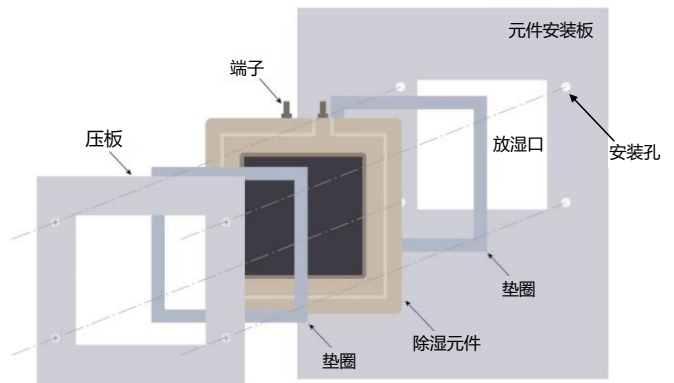
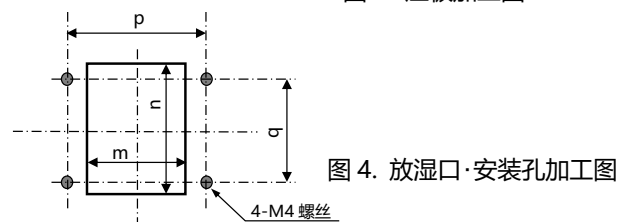

图 1. 安装示意图
图 4. 放湿口·安装孔加工图
- 3 请在安装面上开设安装孔后使用。详情请参阅以下图 1.~图 4.。